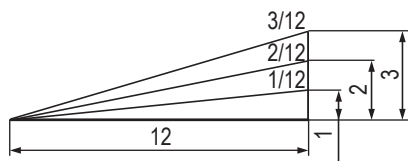

Fig. 32
- (7) Le degré, qui est le rapport de la hauteur sur le socle de la section triangulaire à retirer, pourra être utilisé pour régler l'échelle d'onglet à la place de l'angle de coupe, au besoin (voir Fig. 32).